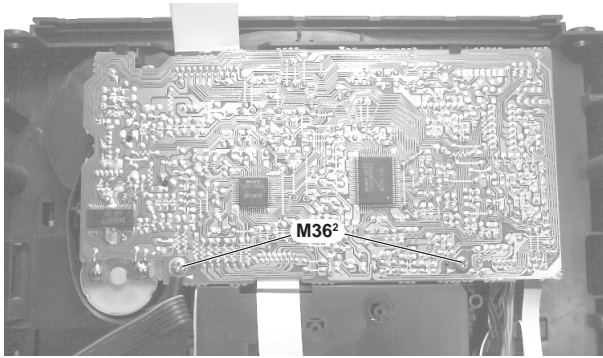

Fig. 22
- 2 Schrauben M36² heraus-schrauben (Fig. 22), die Schublademotorkontakte E1² ablöten.
- Undo 2 screws M36² (Fig. 22), unsolder the tray motor contacts E1².